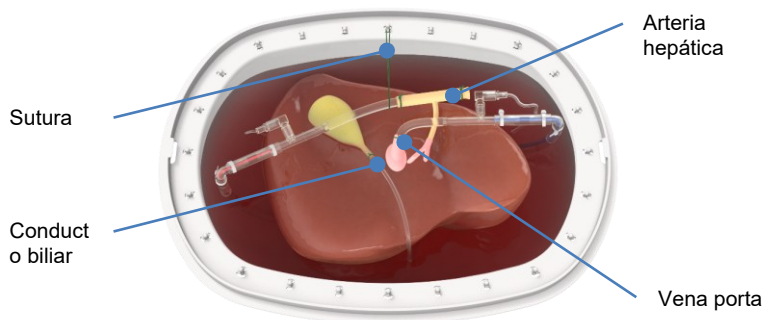

Figura 27 Canulación de la arteria hepática y la vena porta
- Para conectar el hígado del donante al Liver Assist Perfusion Set [REF 11.401], es necesario canular la vena porta y la arteria hepática (Figura 27).
- Para garantizar la correcta colocación de las cánulas y lograr una perfusión óptima, se puede fijar una sutura en el borde del recipiente y las cánulas (Figura 27).